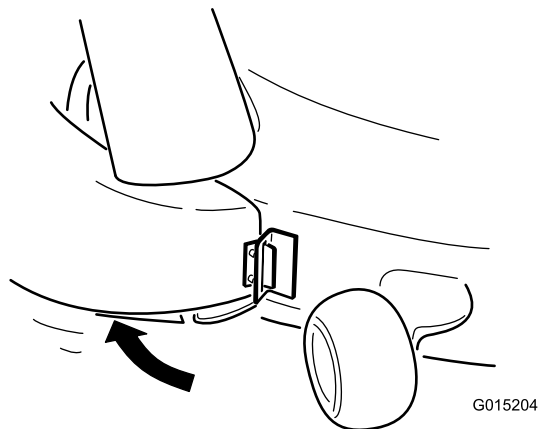
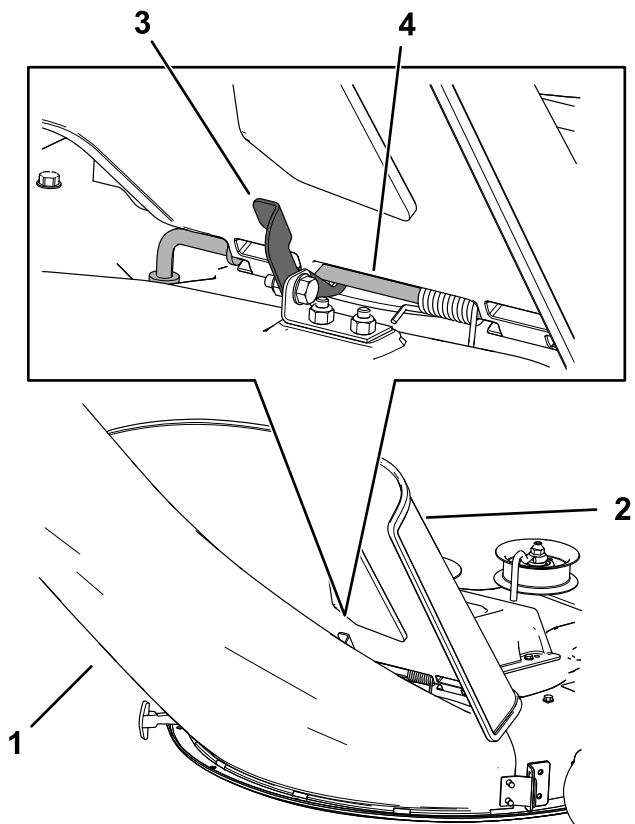

Figure 15
Figure 16
4. Sur le haut de la goulotte, accrochez le crochet de verrouillage à la tige de pivot du déflecteur (Figure 15 et Figure 16).